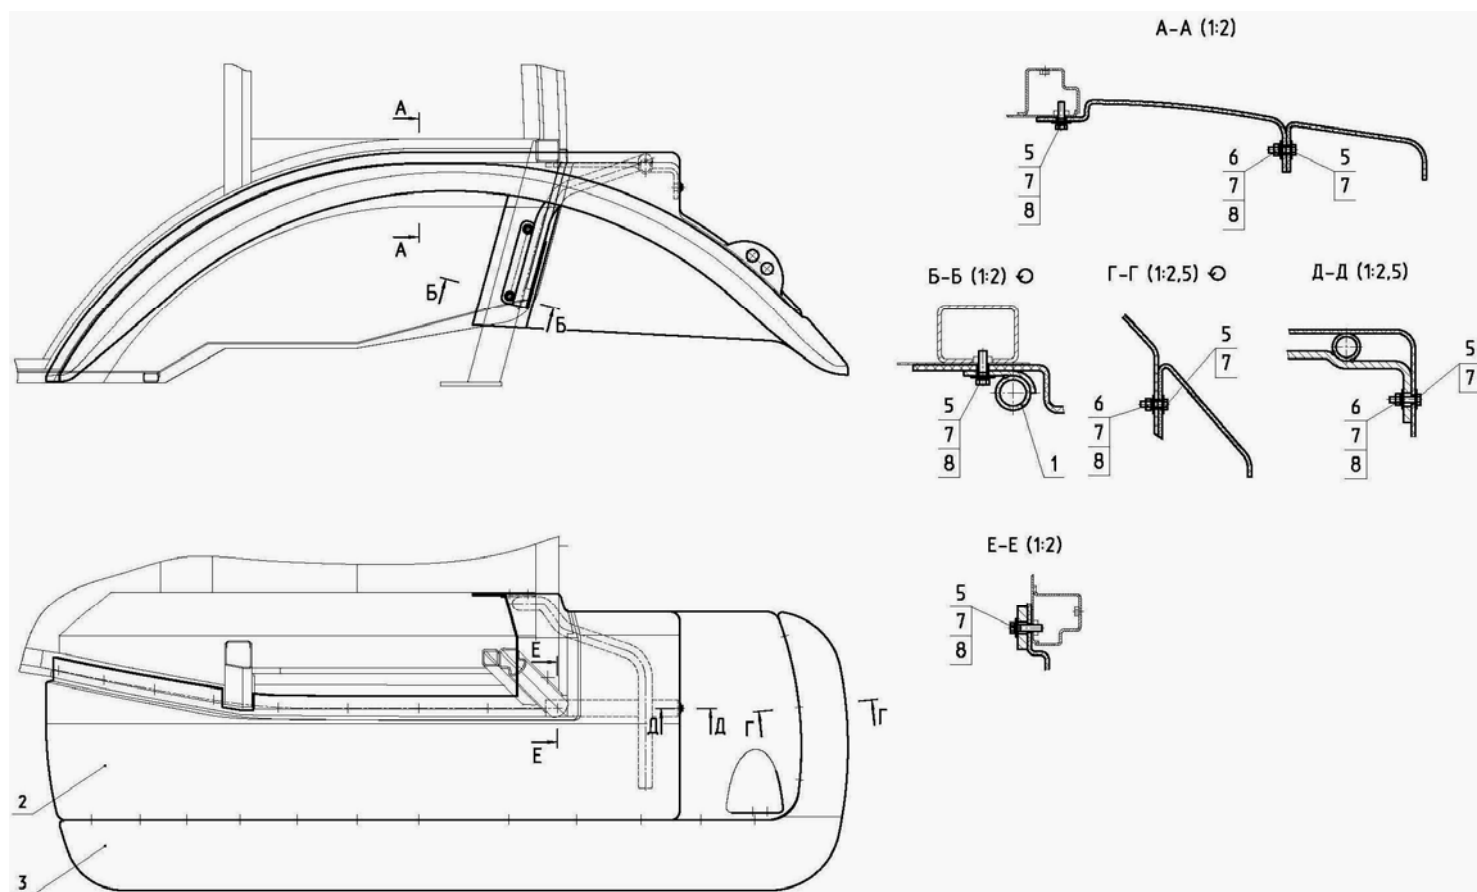

Рис.7.19 Крылья задних колёс.
- 1) открутите гайки (6), (рисунок 7.19), и снимите уширитель (3);
- 2) открутите болты (5), (рисунок 7.19), (сечения Б-Б, Д-Д и Е-Е) и снимите кронштейн (1);
- 3) открутите болты (5), (рисунок 7.19), и снимите крыло (2).